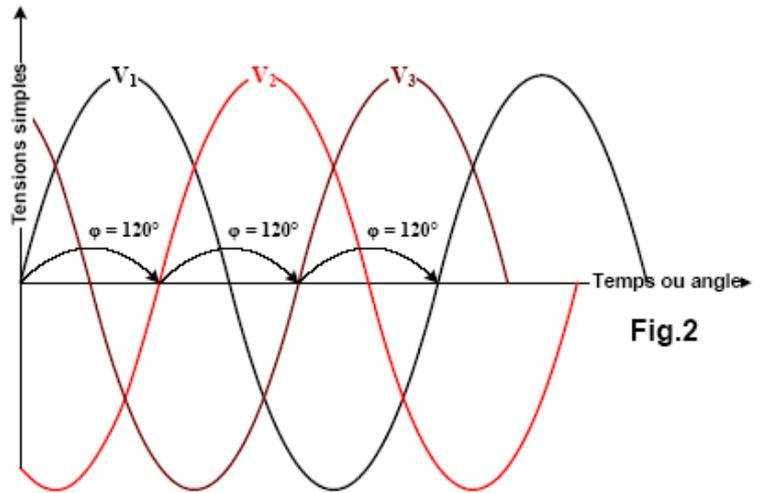

Fig.2
2) Représentation des tensions simples instantanées : Fig.2